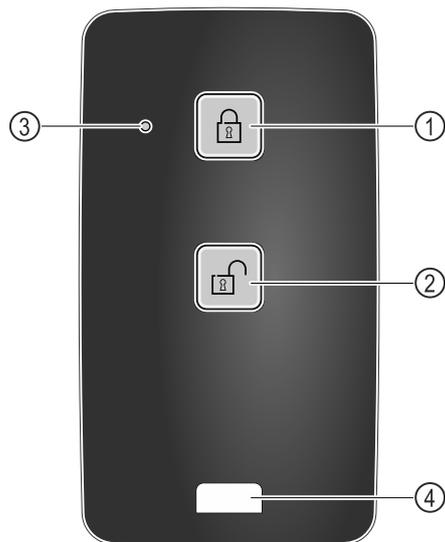

Fig. 210
- ▶ Na dálkovém ovládání stiskněte tlačítko Fig. 210 (1).
- ▶ Na dálkovém ovládání stiskněte tlačítko Fig. 210 (2).
- ▶ Stavová LED Fig. 210 (3) vydá při stisknutí tlačítka optickou zpětnou vazbu.
- ▶ Očko Fig. 210 (4) k upevnění dálkového ovládání, např. na svazek klíčů.